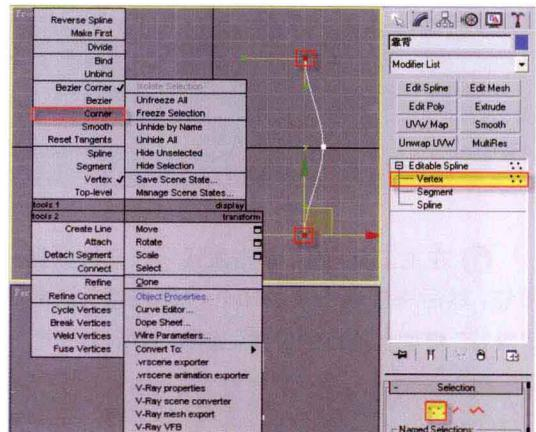

图1-8
⑧ 选择上下两个顶点, 单击鼠标右键, 将顶点类型改为Corner (角点), 如图1-8所示。